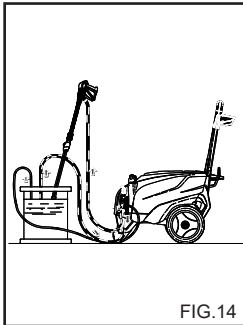

FIG.14
## ОПЕРАЦИИ ПРИ ИСПОЛЬЗОВАНИИ АНТИФРИЗА (fig. 14)
2) Отвинтите пробку с шупом контроля уровня (fig.14).